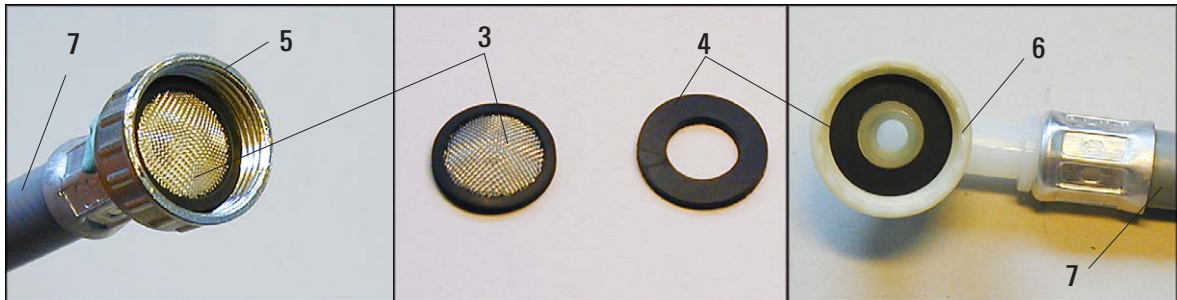

Abb. 6
Leica empfiehlt zusätzlich zu dem mitgelieferten Filtersieb (Pos. 3 in Abb. 6) zwischen der Wasserentnahmestelle und ST5020 einen Sedimentfilter zu installieren, der garantiert, dass das Gerät nur mit sauberem Wasser betrieben wird.
- Einen Dichtring (4) in die geräteseitige Verschraubung (6) einsetzen. Weitere Dichtringe als Ersatz aufbewahren.
- Filtersieb (3) wie in Abb. 6 gezeigt in die Überwurfmutter (5) einsetzen, die an den Wasserhahn geschraubt wird. Keinen weiteren Dichtring verwenden, das Filtersieb wirkt gleichzeitig als Dichtung.